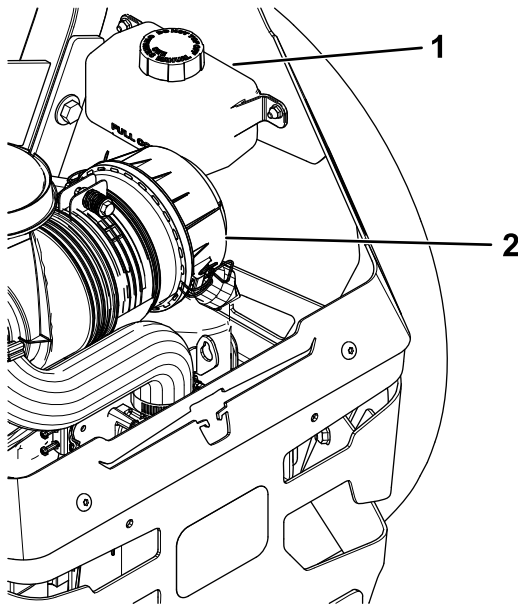

Figura 67
2. Compruebe el depósito de expansión y si es necesario, añada fluido hidráulico Toro® HYPR-OIL™ 500 hasta la línea FULL COLD (Figura 67).